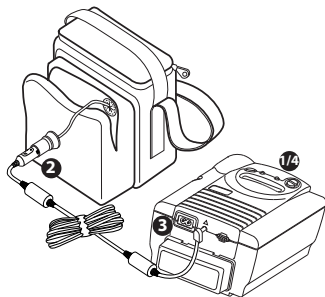

Figura 5: Collegamento del cavo di alimentazione in c.c.
2. Collegare l'estremità con adattatore del cavo di alimentazione in c.c. alla presa del pacco batteria. Fare riferimento alla Figura 5.